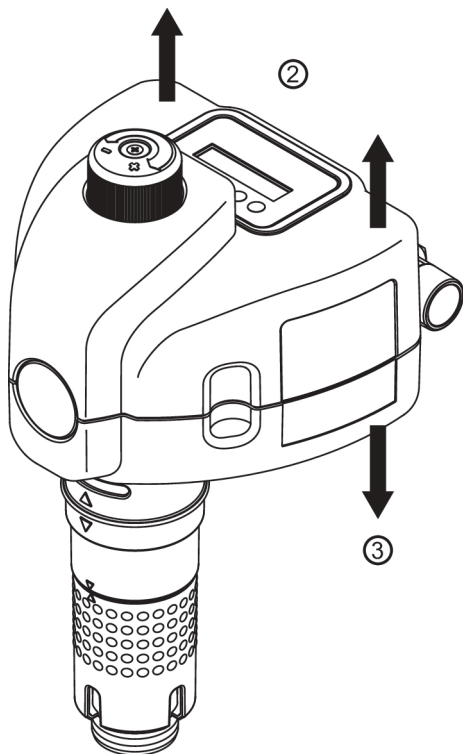

Abb. 7: Verkleidung abnehmen
2. Obere Verkleidung nach oben hin abnehmen (siehe Abbildung 7).
3. Untere Verkleidung nach unten schieben (siehe Abbildung 7).